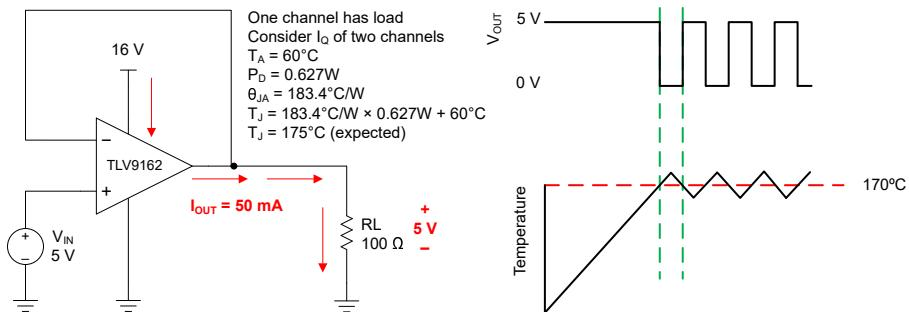

図 6-4. 過熱保護動作
あらゆるアンプは、内部消費電力によって内部(接合部)の温度が上昇します。この現象を「自己発熱」と呼びます。TLV916x の絶対最大接合部温度は 150°C です。この温度を超えると、デバイスが損傷します。TLV916x には過熱保護機能があり、自己発熱による損傷を低減できます。この保護機能はデバイスの温度を監視し、温度が 170°C を超えるとオペアンプの出力ドライブをオフにします。TLV9162 の消費電力 (0.627W) のために自己発熱が大きくなるアプリケーションの例を、図 6-4 に示します。この例では、どちらのチャネルも静止消費電力を持ち、一方のチャネルには大きな負荷があります。熱に関する計算から、周囲温度が 60°C の場合、デバイスの接合部温度は 175°C に達することが示されます。しかし、実際のデバイスでは出力ドライブがオフになるので、接合部の温度は安全域に回復します。過熱保護時の回路の動作を、図 6-4 に示します。通常の動作では、デバイスはバッファとして動作し、出力は 5V になります。自己発熱によりデバイスの接合部温度が内部制限値を超えた場合、過熱保護機能によって出力が強制的に高インピーダンス状態になり、出力は抵抗 R_L によってグランドにプルダウンされます。過剰な消費電力を引き起こした条件が解消されない場合、出力の障害が修正されるまで、アンプはシャットダウン状態とイネーブル状態をいったりきたりします。熱性能は、選択したパッケージと PCB レイアウト設計によって大きく異なる場合があることに注意してください。この例では、TSSOP (8) パッケージの熱性能を使用しています。